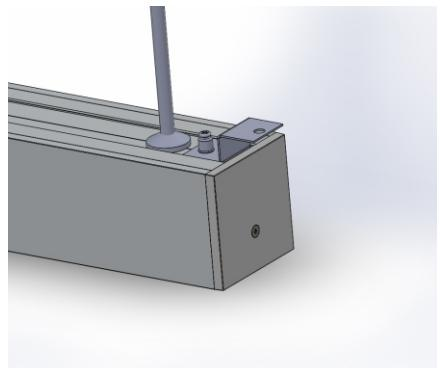

Рис.5
7. Вставить кабельный ввод в отверстие светильника. Расположить крепежные элементы по краям светильника до упора о пластиковую заглушку с обоих сторон и затянуть стопорные винты на крепежных элементах. (Рис.5)